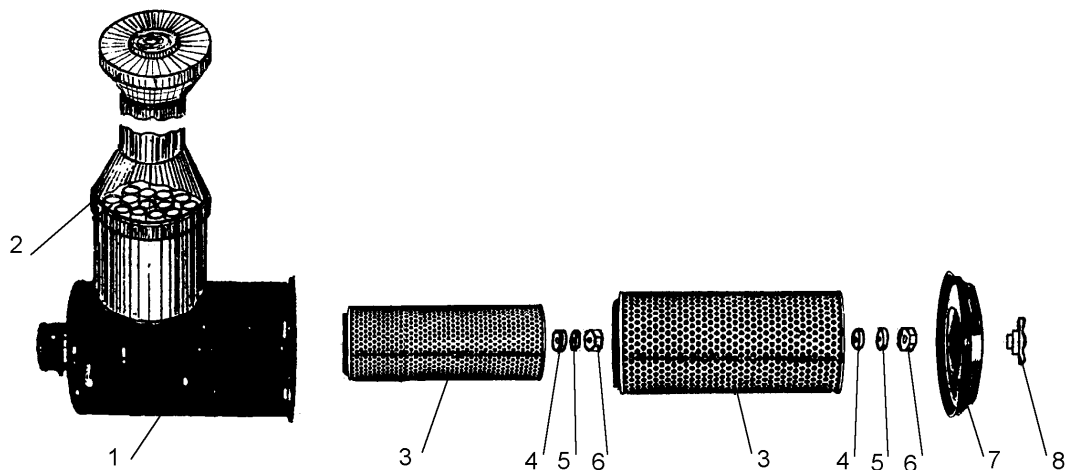

Рис. 56 Воздухоочиститель
Обслуживание фильтроэлементов (кассет) воздухоочистителя производите при срабатывании сигнализатора засорённости. Для демонтажа фильтров 3 (рис. 56) необходимо отвернуть гайку - барашек 8, снять крышку 7 и последовательно отвернув гайки 6 вынуть их из корпуса воздухоочистителя.
- каждую кассету 3 (рис. 56) установить в корпус воздухоочистителя до упора;